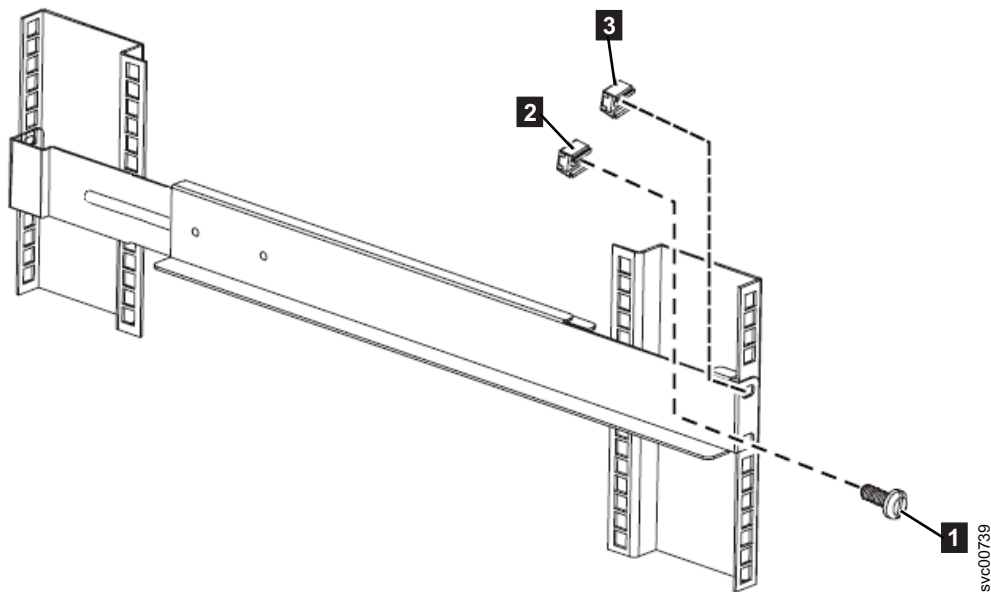

图 11. 将 2145 UPS-1U 导轨的前部连接到机架中。
7. 将两颗夹片螺母 **2** 和 **3** 安装到机架的前部。然后在底部安装孔中（图 11 中所示）只使用一颗 M6 x 10 螺钉 **1** 连接导轨。